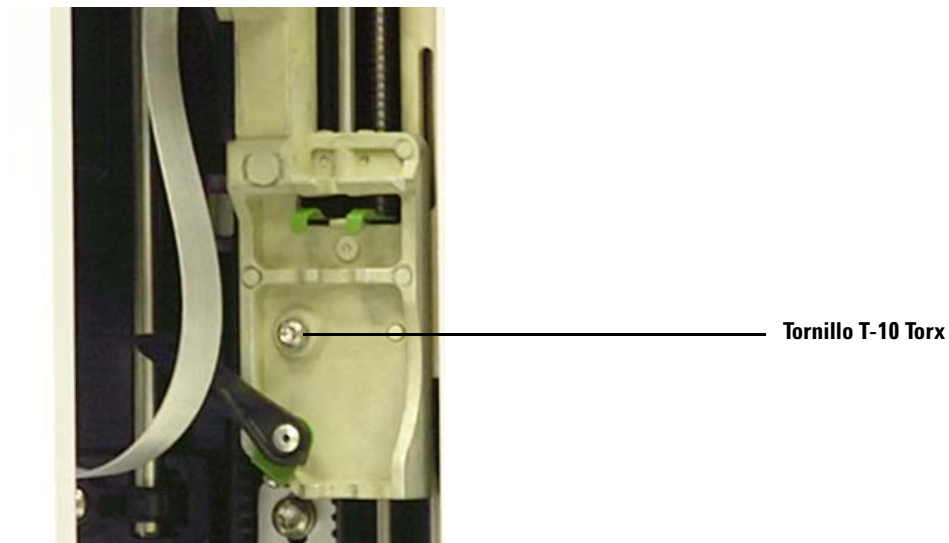

Figura 105 Quite el tornillo T-10 Torx situado encima del cierre de la jeringa
- 9 Afloje y extraiga por completo el tornillo T-10 Torx situado encima del cierre de la jeringa (Figura 105).